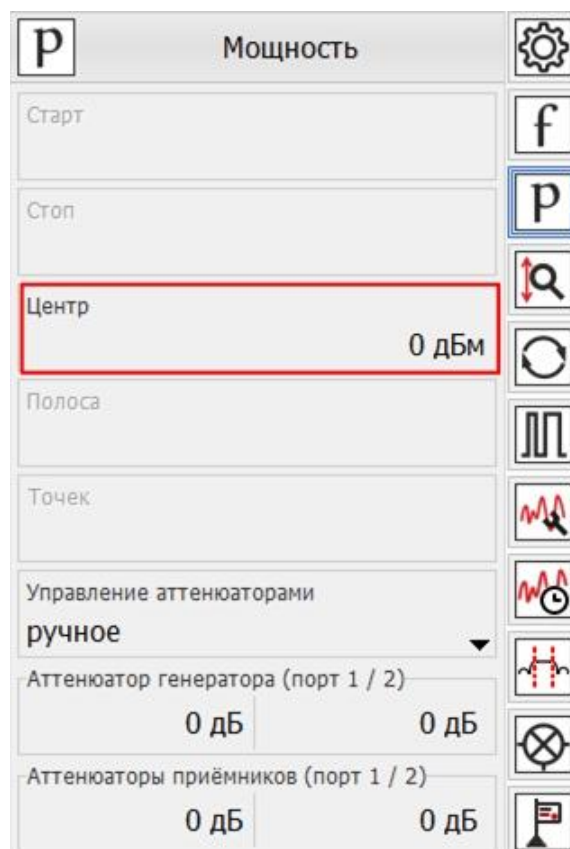

Рис. 19. Установка мощности зондирования для измерения смесителя «MD621»
5. В панели управления «Мощность» установить параметры мощности зондирования 0 дБм, рис. 19;